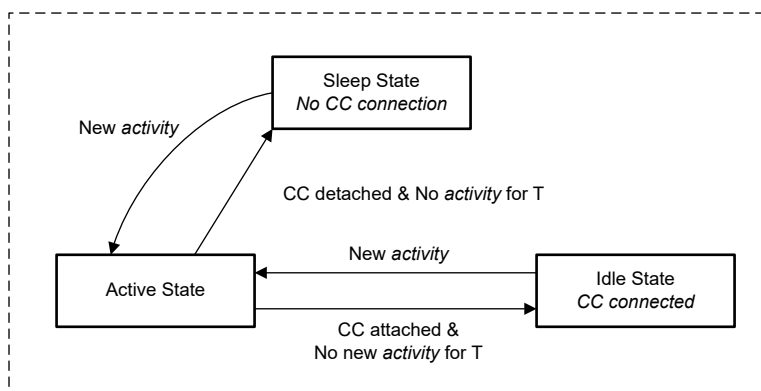

図 8-37. 電力状態のフロー図
TPS26742E-Q1 は、以下の 4 つの異なる電源状態のいずれかで動作します。アクティブ、アイドル、スリープ、シャットダウン。表 8-9 に、各状態で使用できる機能の概要を示します。デバイスは、アクティブに必要な回路に基づいて電力状態間を自動的に遷移します。図 8-37 を参照してください。スリープ状態では、TPS26742E-Q1 は Type-C 接続またはアクティブ状態への移行を必要とする他のアクティビティを検出します (液体検出アクション)。アクティブ モードからアイドル モードに移行するには、以下のアクティビティがない期間 (T) が必要です。